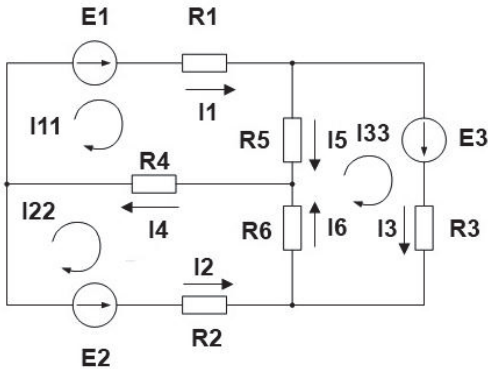

Рис.7. Направления контурных токов
2. Выделяем три контура, а затем указываем направление контурных токов I_{11}, I_{22}, I_{33} . (рис.7). Мы выберем направление по часовой стрелке.